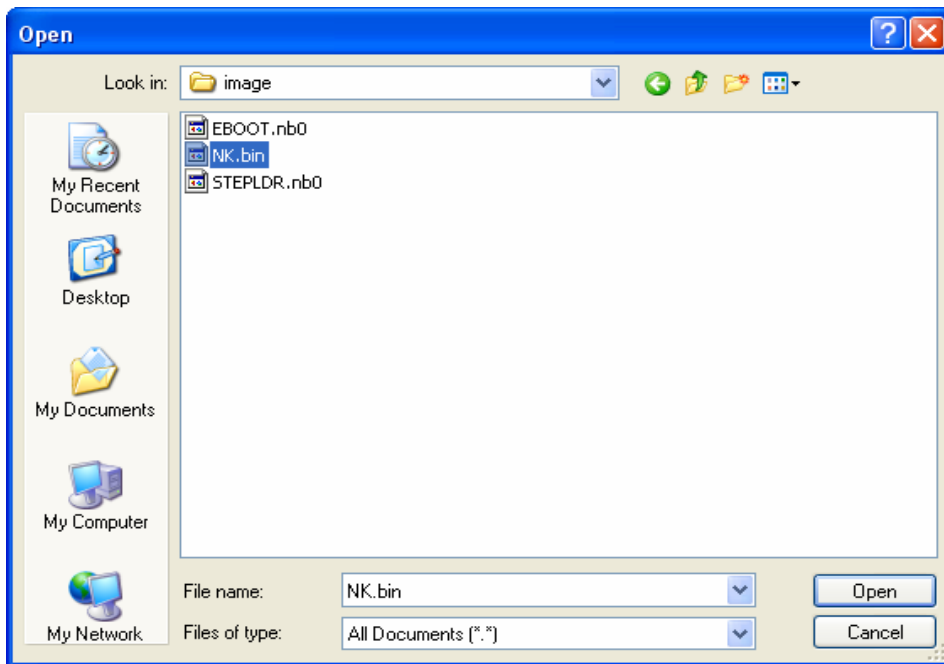

图4.11 选择NK文件
8. 从弹出的打开文件向导里面选择NK.bin，然后单击Open开始下载（如图4.11所示）。